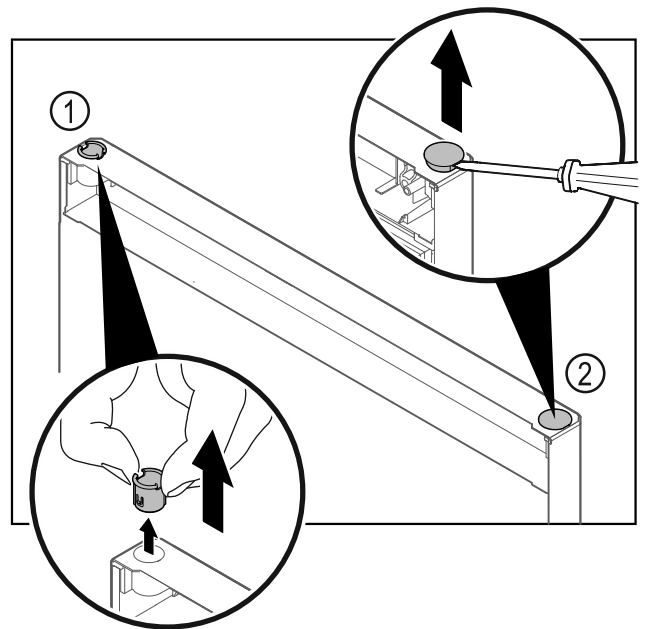

Fig. 38 Дверцята морозильної шафи
- ▶ Витягніть шарнірну втулку Fig. 38 (1) пальцями.
- ▶ За допомогою шліцевої викрутки обережно підніміть заглишку Fig. 38 (2) та витягніть її.